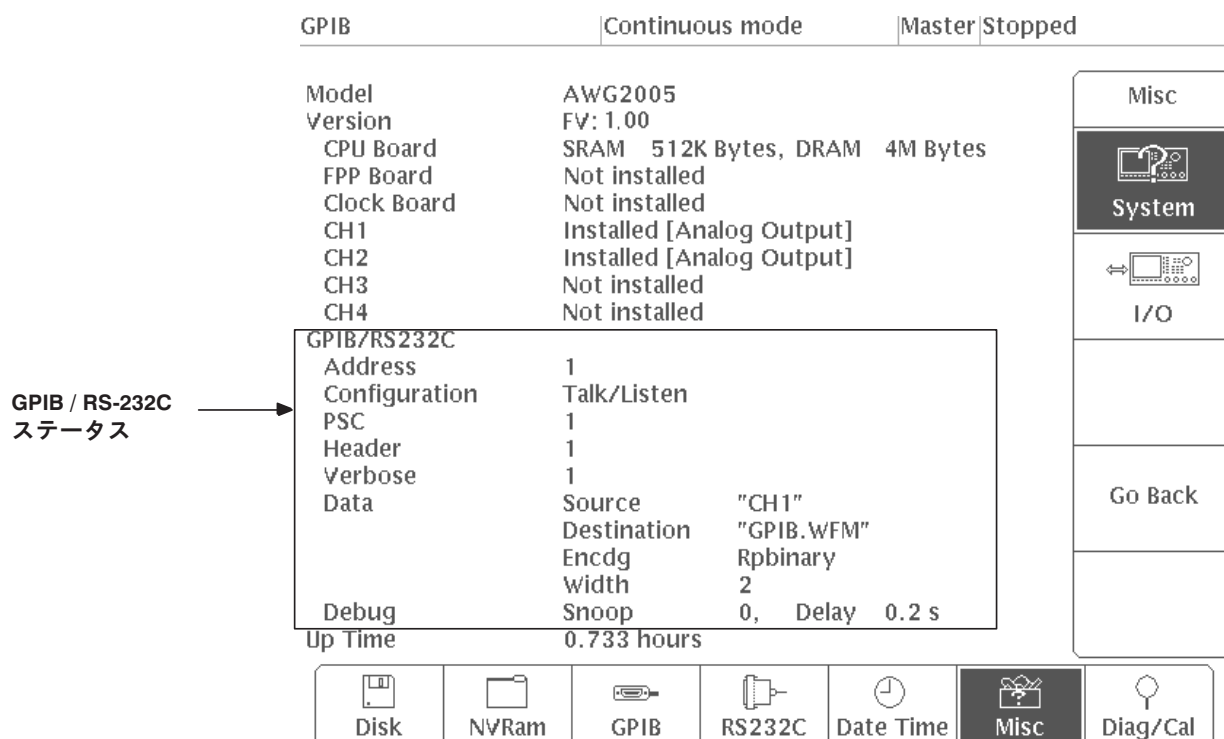

図 1-10 : 設定状態の確認
**Status** の管面表示で GPIB/RS-232C の設定状態を確認することができます (図 1-10 参照)。以下の手順でメニューを表示します。
- 手順 4** : **System** サイド・キーを押して、**System** サブ・メニューを表示します (図 1-10 参照)。